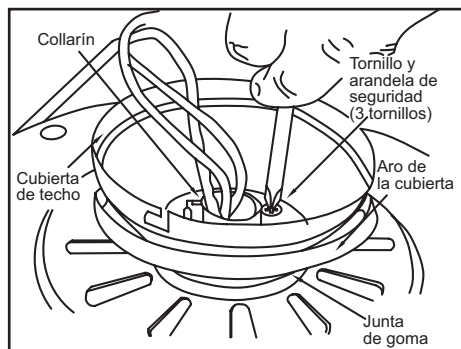

Figura 11
5. Coloca la junta de goma sobre los otros tres tornillos, inserta los cables que salen por la parte superior del motor del ventilador a través del aro de la cubierta (asegúrate de que las aberturas en forma de ranura estén en la parte superior), luego procede a colocar la cubierta de techo sobre el collarín en la parte superior del motor (Figura 11).
6. Alinea los orificios de montaje con los orificios del motor y asegura con los tres tornillos y arandelas de seguridad retiradas en el paso 4 (Figura 11).